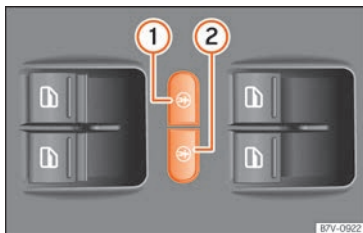

Fig. 138 Sur la porte du conducteur : touches de sécurité enfants électrique.
La sécurité enfants électrique empêche l'ouverture et la fermeture des portes coulissantes et des lève-glaces électriques des portes depuis l'intérieur, pour que les enfants n'ouvrent pas de porte pendant la conduite. La touche de gauche » fig. 138 ① ou de droite ② permet d'activer la sécurité enfant du côté arrière gauche ou droit respectivement.
Activation :	Appuyez sur la touche » fig. 138 ① ou ②.